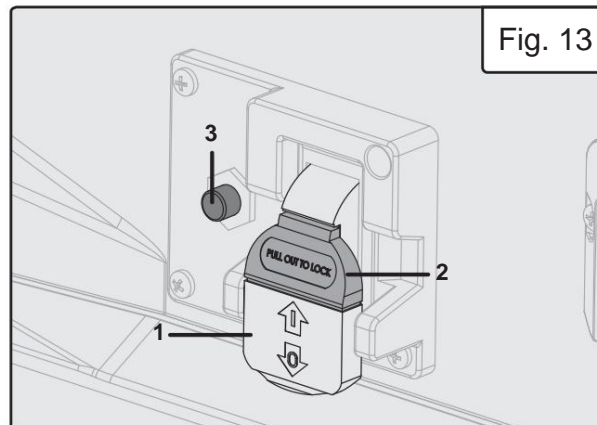

Fig. 13
PÅ/AV-BRYTARE (Fig. 13)
Detta verktyg är utrustat med en ON/OFF-brytare (fig. 13 - 1) som har en inbyggd låsfunktion. Denna funktion är avsedd att förhindra obehörig och möjlig farlig användning av barn och andra.
Tryck ner knappen. Ta bort nyckeln (bild 13 - 2) från strömbrytaren och förvara den på en säker och säker plats.
ÖVERBELASTNINGSSKYDD/ÅTERSTÄLLNINGSKNAPP (Fig. 13)
Denna fog är utrustad med ett överbelastningsskydd/återställningsknapp (Fig. 13 - 3) som automatiskt kommer att "trippa" och få skarven att stängas av om motorn överbelastas på grund av kontinuerligt kraftigt skärande.
1. Stäng av strömbrytaren (O).
3. Efter 15–30 minuter, återställ överbelastningsskyddet genom att trycka på återställningsknappen till vänster om ON/OFF-knappen (Fig. 13 - 1). Ett hörbart klick indikerar att överbelastningsskyddet är återställt. När knappen har återställts kan skarven startas och användas som vanligt.